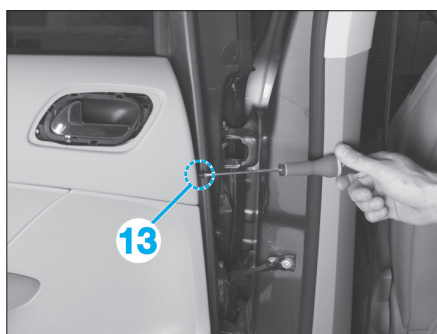

Fig. 62
- Déposer la vis (13) (Fig.62).